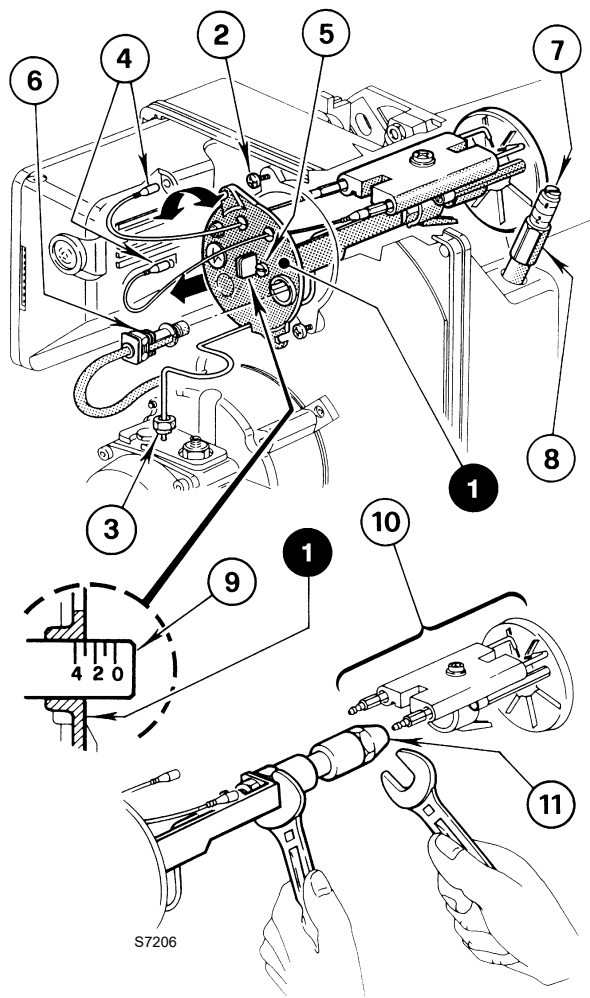

Fig. 21
Reguleringen av forbrenningshodet varierer etter brennerens ytelse (Fig. 21)
- Vri reguleringsskruen 5) med eller mot klokken til hakket på justeringsbraketten 9) (Fig. 21) stemmer med den utvendige flaten på dyseholderen 1)(Fig. 21).
- Løsne mutteren 8)(Fig. 21) og kalibrer spjeldet med skruen 7)(Fig. 21).
- Stram til mutteren 8)(Fig. 21) etterpå.